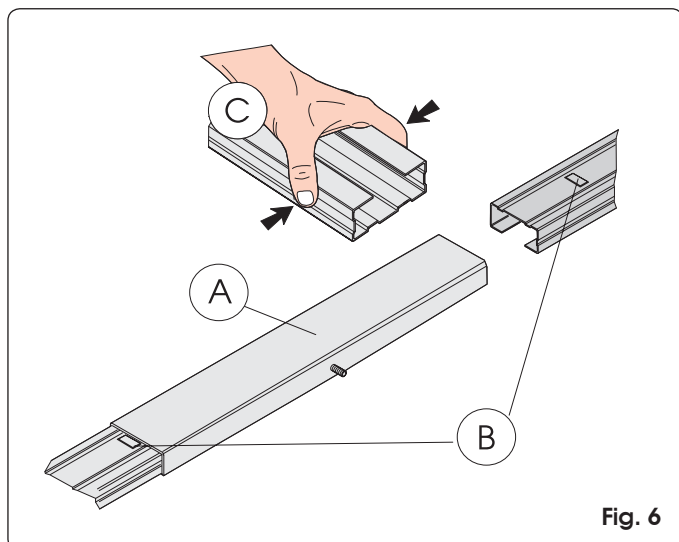

Fig. 6
- 1) Ensamble las dos piezas de la guía de deslizamiento introduciéndolas en la junta central (Fig. 6 ref. A) hasta que los salientes metálicos de referencia lleguen hasta el tope (Fig. 6 ref. B). Para facilitar el acoplamiento de la guía de deslizamiento se aconseja introducirla en la junta central comprimiéndola como se indica en la Fig. 6 ref. C. No utilice herramientas que puedan deformar la guía o la junta.